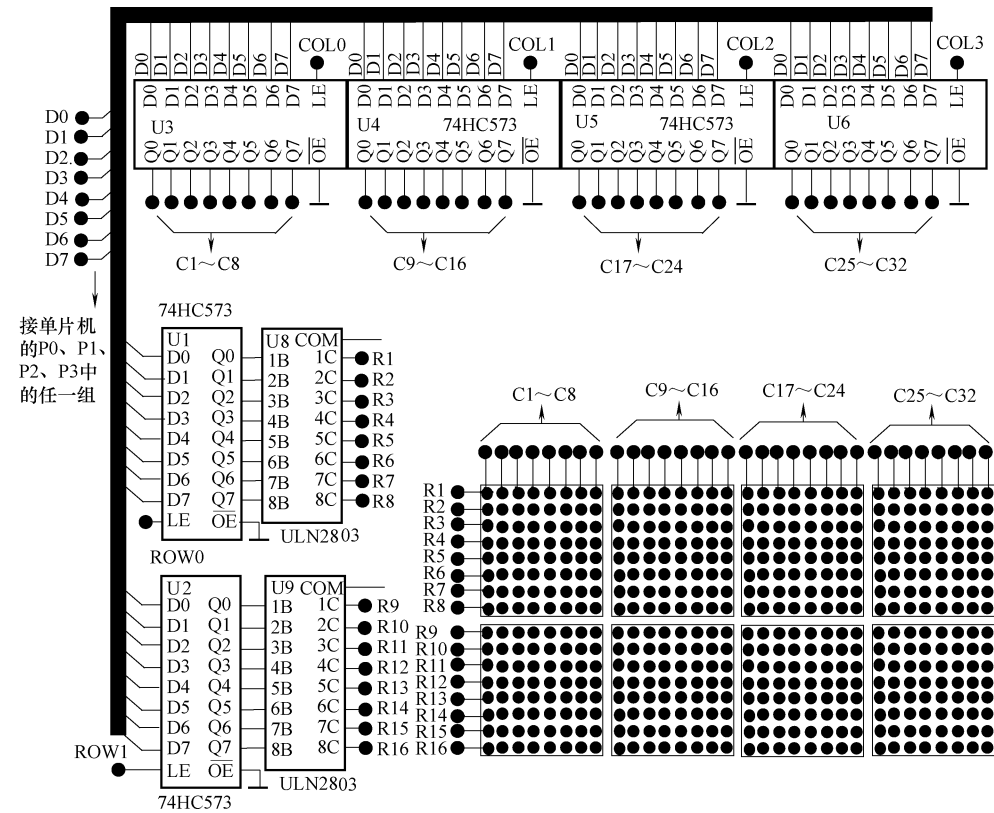

图 6-6 YL-236 单片机实训台 LED 点阵原理图
1. YL-236 单片机实训台 LED 点阵显示屏原理图（见图 6-6）
(2) 硬件接线。在图 6-6 中，D0~D7 接单片机的 P0 口，row0、row1、col0~col3 分别接单片机的 P1.0~P1.5，详见程序中的端口声明。
(3) 参考程序代码